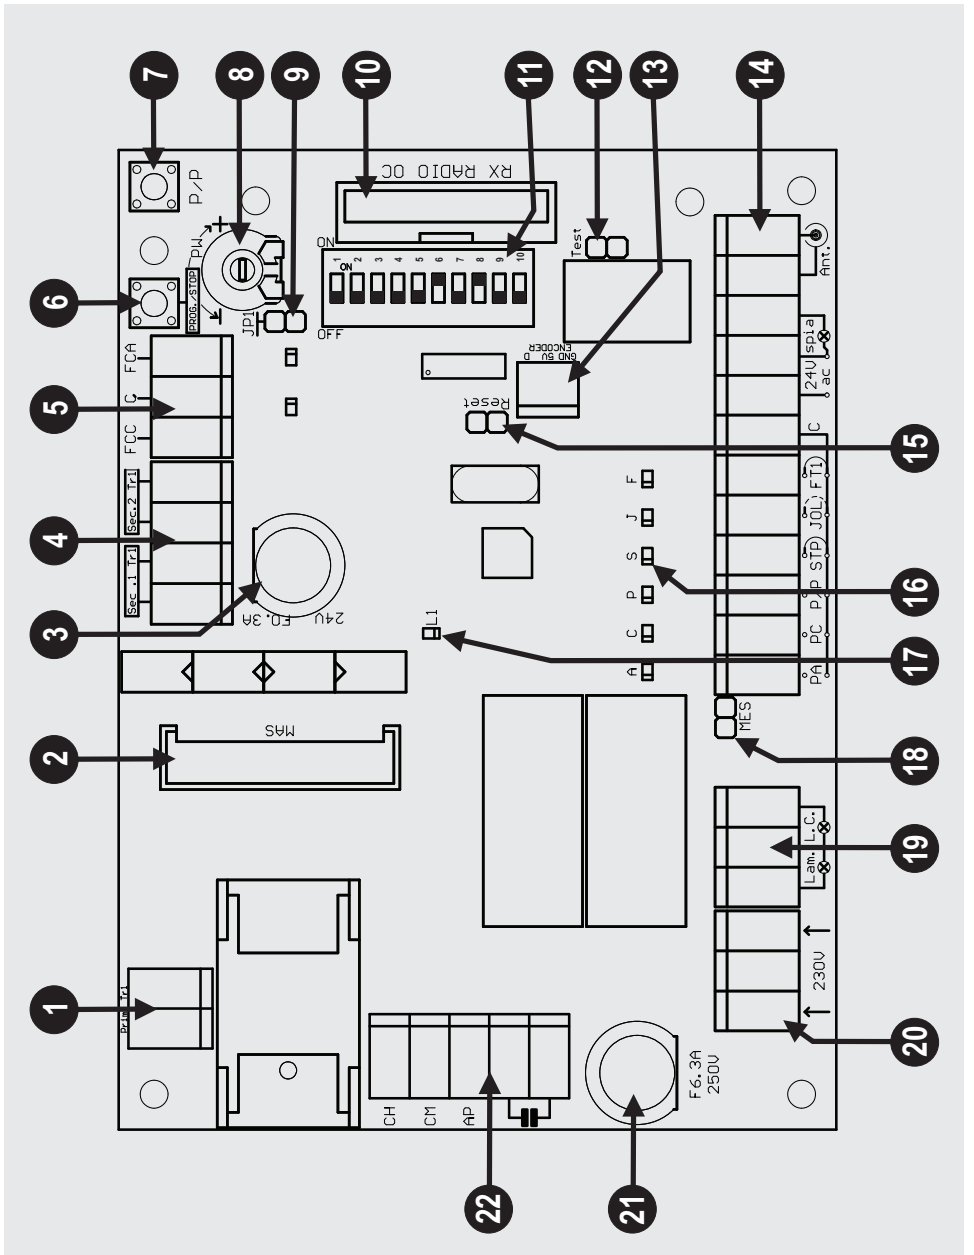

Fig. 1 / Abb. 1
DESCRIZIONE DELLE PARTI (Fig. 1)
Se vengono usati motori con fincorsa interni, ad esempio motori per serrande, bisogna escludere il rallentamento (dip 9 OFF), escludere il freno (dip 8 OFF) e inserire il jumper JP1 (part. 9 di fig. 1).
- Con il foto test abilitato e la centralina in stand by i trasmettitori delle fotocellule non sono alimentati e l'ingresso FT1 è aperto (led spento). In questa condizione possiamo verificare ugualmente il funzionamento delle fotocellule cortocircuitando il jumper Test (part.12 di Fig 1).
UTILIZZO RICEVITORE OC2 (part. 10 di fig. 1)
Il funzionamento della centralina T101F/FA è identico alla versione T101 ad eccezione delle funzioni dei dip 8, 9 e 10 (part. 11 di fig.1).